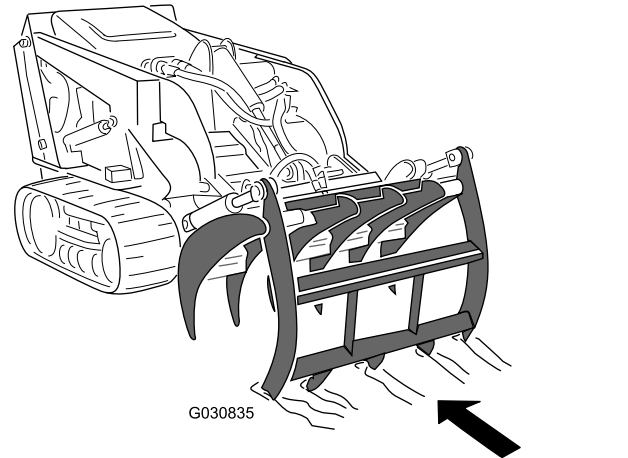

Figure 5
**Remarque:** Vous pouvez aussi le faire en gardant les mâchoires fermées, car les dents supérieures dépassent de la mâchoire inférieure (Figure 5).